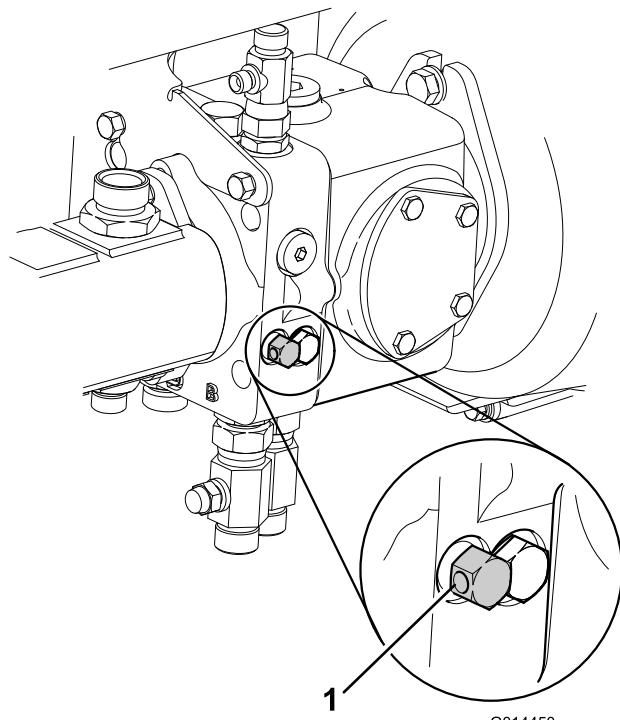

Bild 61
7. Stellen Sie die hydraulische Betriebsbremse fest, indem Sie das Sicherheitsventil, das unter der Getriebepumpe sitzt, höchstens um drei Umdrehungen nach links drehen (Bild 61).